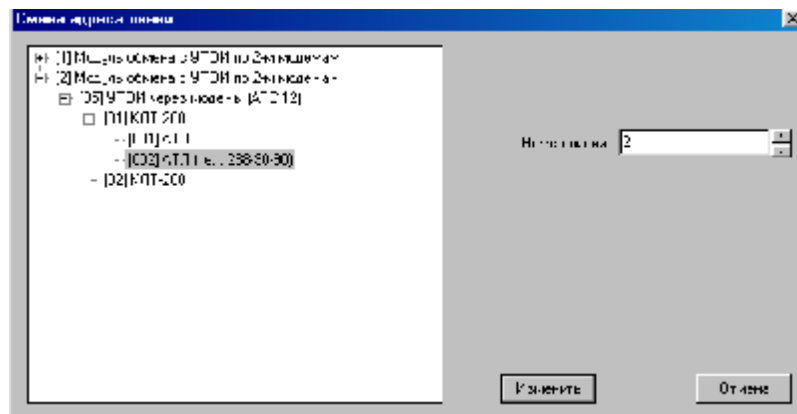

Рисунок 31
Для смены номера линии (номера направления на КН), необходимо в правом окне нажать кнопку «Сменить адрес». Программа выведет окно со списком свободных направлений по данному КН (рисунок 31). Выбрать требуемый номер линии и нажать кнопку «Изменить».
3. Можно перебрасывать адрес линии не только в пределах одного КН, но и по всему дереву ТС. Для этого в левой части окна необходимо поместить маркер на нужную ветку дерева, скорректировать требуемый адрес в списке свободных направлений и нажать кнопку «Изменить» (рисунок 31).